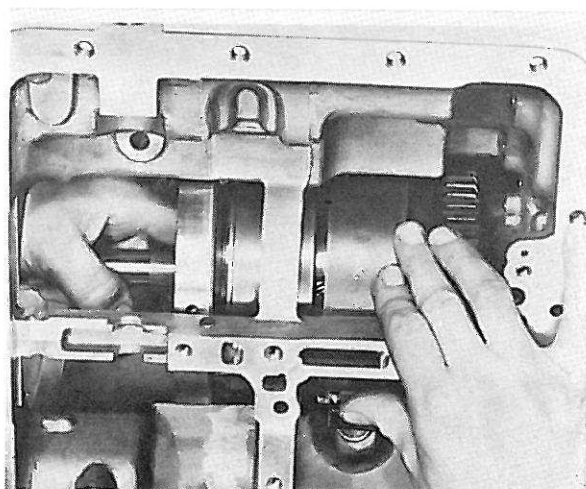

Figure 52. Dépose de la paroi intermédiaire et du train planétaire
32. Enlever les deux vis de fixation de la paroi intermédiaire, figure 51. Déposer cette dernière et le train planétaire, figure 52. Retirer le ruban de frein. Séparer la paroi intermédiaire, la roue libre et le train planétaire. Enlever le circlips et la bague extérieure de la roue libre.